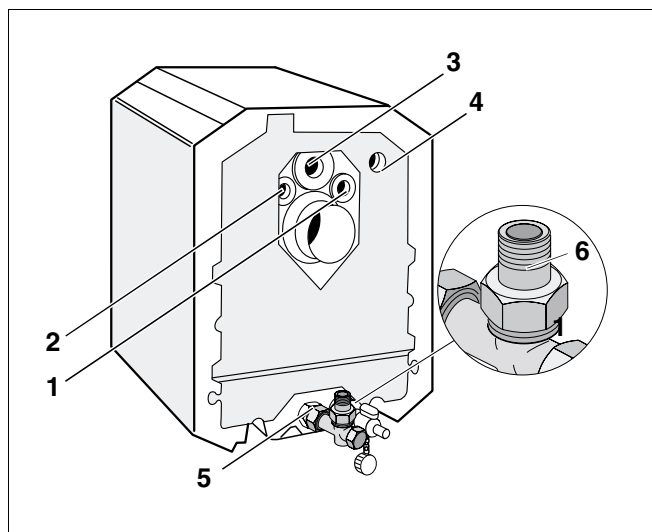

Fig. 21 Varmereturløb Logano G115
- Tilslut altid returløbet på overgangsstykket R1 på T-stykket (fig. 21, **pos. 6**).
- Tilslut varmfremløbet (fig. 21, **pos. 3**) i midten over røggasstudslen.
- Vandvarmerens fremløbstilslutning kan valgfrit tilsluttes til højre (fig. 21, **pos. 1**, side 28) eller til venstre (fig. 21, **pos. 2**, side 28) for varmefremløbet (fig. 21, **pos. 3**, side 28).